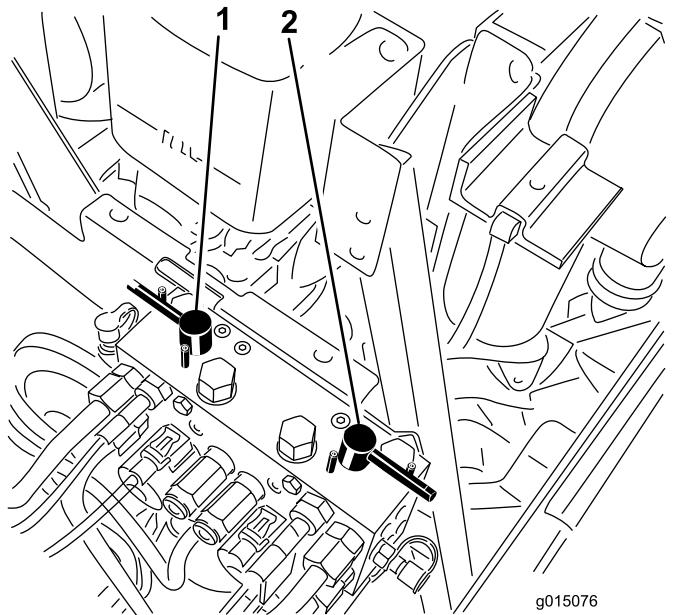

図 81
4. バックラップレバーで、前のカッティングユニット又は後ろのカッティングユニット、あるいは両方を選択する **図 81**。